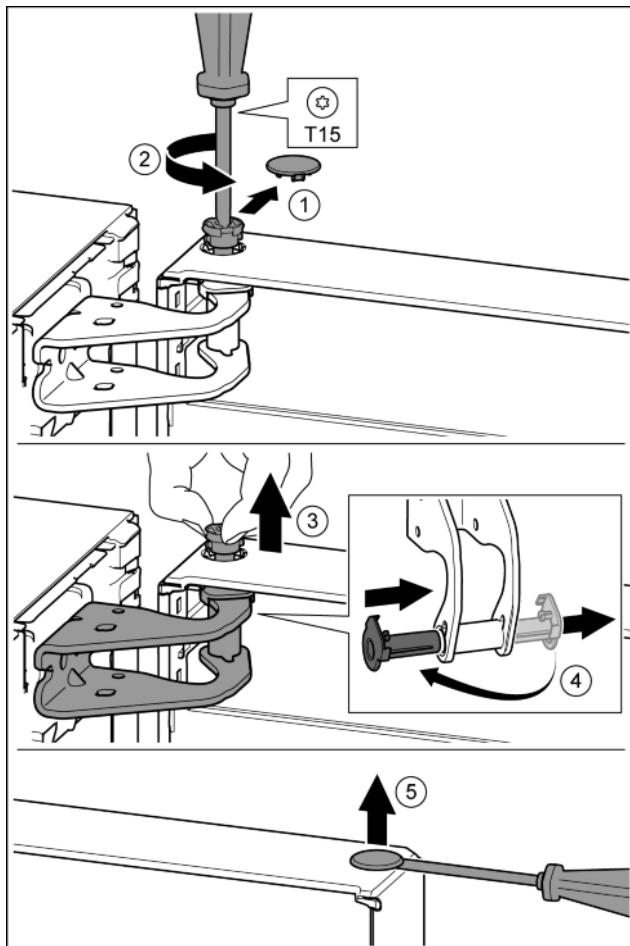

Fig. 10
- Обережно зніміть запобіжну кришку. Fig. 10 (1)
- Трохи викрутіть гвинт за допомогою викрутки T15. Fig. 10 (2)
- Притримуйте дверцята і витягніть палець руками. Fig. 10 (3)
- Витягніть із напрямної опорну втулку. Встановіть і зафіксуйте з іншого боку. Fig. 10 (4)
- За допомогою шліцевої викрутки обережно підйміть пробку із опорного втулка дверцят та витягніть її. Fig. 10 (5)